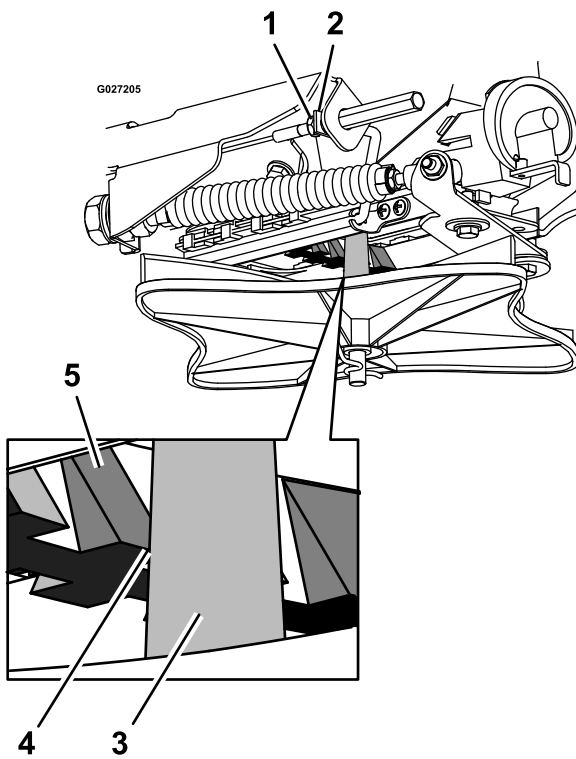

Figure 86
- 5. Desserrez l'écrou de blocage au bout du câble de commande d'épandage (Figure 86).
6. Tirez sur la tige de liaison jusqu'à obtention d'un écart de 3,2 mm ( $\frac{1}{8}$  po) entre la dent de rampe et l'arbre de turbine (Figure 86).
7. Resserrez l'écrou de blocage (Figure 86).